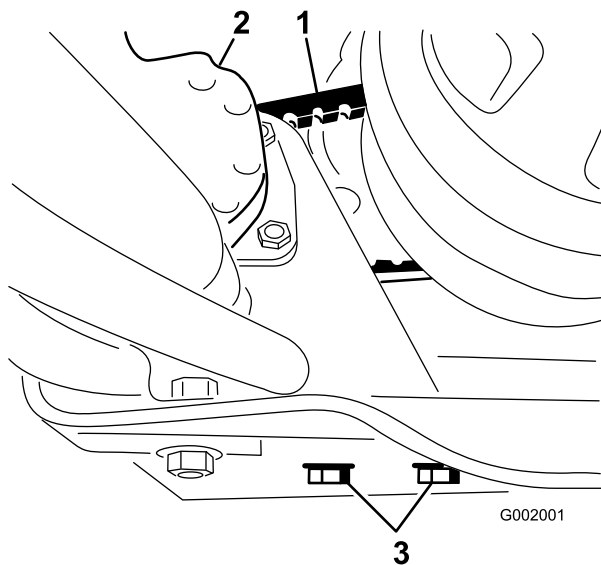

Рисунок 64
2. Ослабьте болты крепления насоса рулевого управления (Рисунок 64).